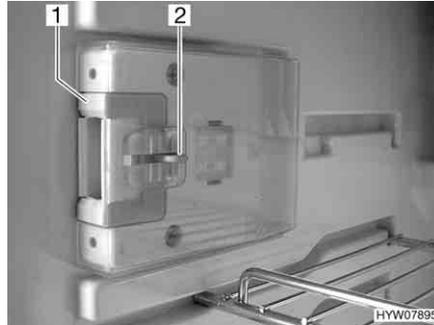
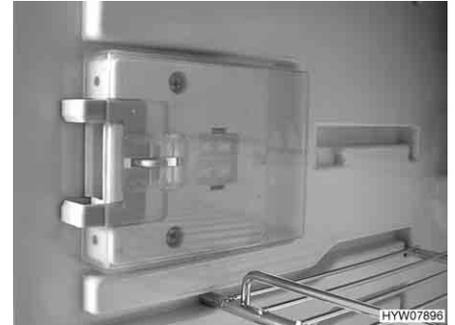

Fig. 144 Dispositivo di chiusura in posizione normale
Fig. 145 Dispositivo di chiusura in posizione di ricircolo d'aria
- Premere il dispositivo di sblocco (Fig. 144,2).
- Spingere il dispositivo di chiusura (Fig. 144,1) in avanti (Fig. 145).